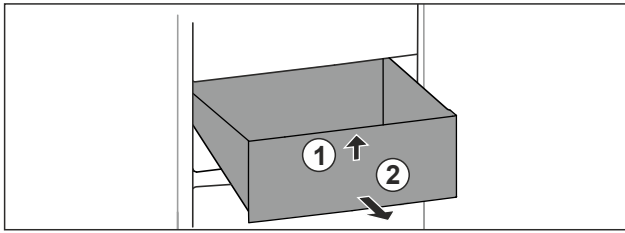

Fig. 30
- ▶ Підняти висувний ящик спереду. Fig. 30 (1)
- ▶ Вийняти висувний ящик рухом вперед. Fig. 30 (2)